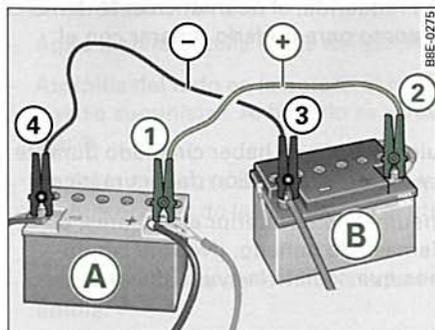

Fig. 241 Ayuda de arranque con la batería de otro vehículo: A - descargada, B - cargada
1. Fije un extremo en el polo positivo (1) ⇒ fig. 241 de la batería descargada (A).
2. Fije el otro extremo en el polo positivo (2) de la batería cargada (B).
Le rogamos que tenga en cuenta que el procedimiento de conexión de los cables de ayuda de arranque que está descrito más arriba tiene como fin que su vehículo obtenga ayuda de arranque. En el caso que sea su vehículo el que otorga ayuda de arranque, el cable de negativo (-) no se debería embornar al polo negativo de la batería descargada ⇒ *página 290*, fig. 241 ④ sino a una pieza de metal maciza que esté atornillada al bloque motor o bien al mismo bloque motor. Si la batería del vehículo que recibe corriente no dispone de un respiradero hacia el exterior hay peligro de explosión por gas detonante. ■